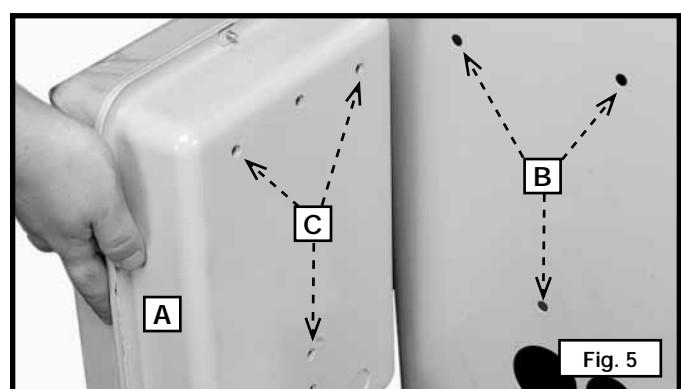

Fig. 5
- Coloque una arandela de bloqueo de 19,05 mm (1/4") en un tornillo de cabeza hexagonal 1/4-20x12,7 mm (1/2"). Agregue una arandela plana de 19,05 mm (1/4"). Desde la parte posterior interna del gabinete de la sierra, inserte el tornillo y las arandelas en el orificio (B) Fig. 5, en el gabinete. Repita este procedimiento con los dos tornillos restantes.
- Coloque la caja del sistema de arranque en su lugar de manera que los tornillos encajen en los tres orificios roscados (C) Fig. 5. Fije la caja del sistema de arranque en su lugar.